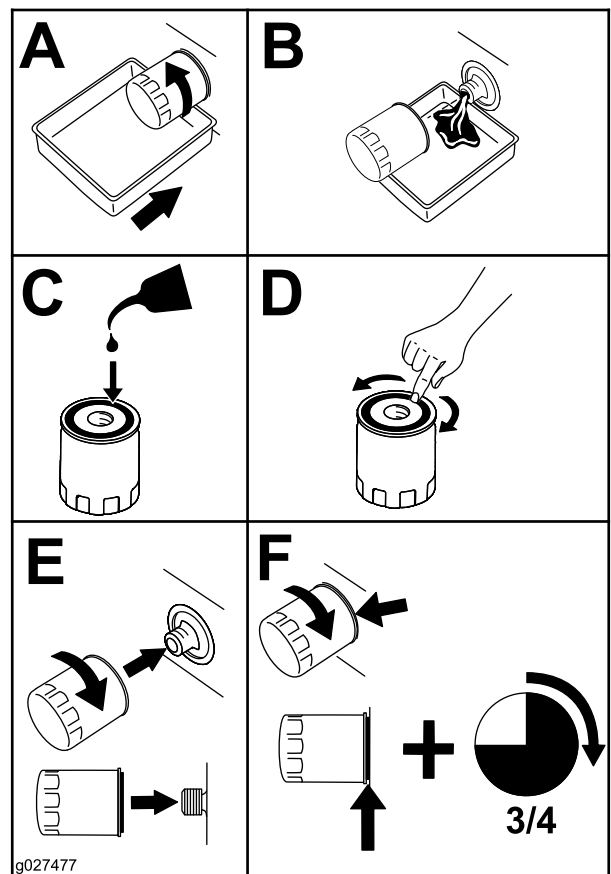

Figura 42
5. Cambiate il filtro dell'olio motore (Figura 42).